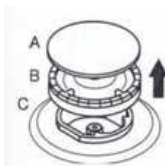

Abbildung 12
- Entfernen Sie die Brennerabdeckung und den Brenner, wie in Abbildung 12 gezeigt.